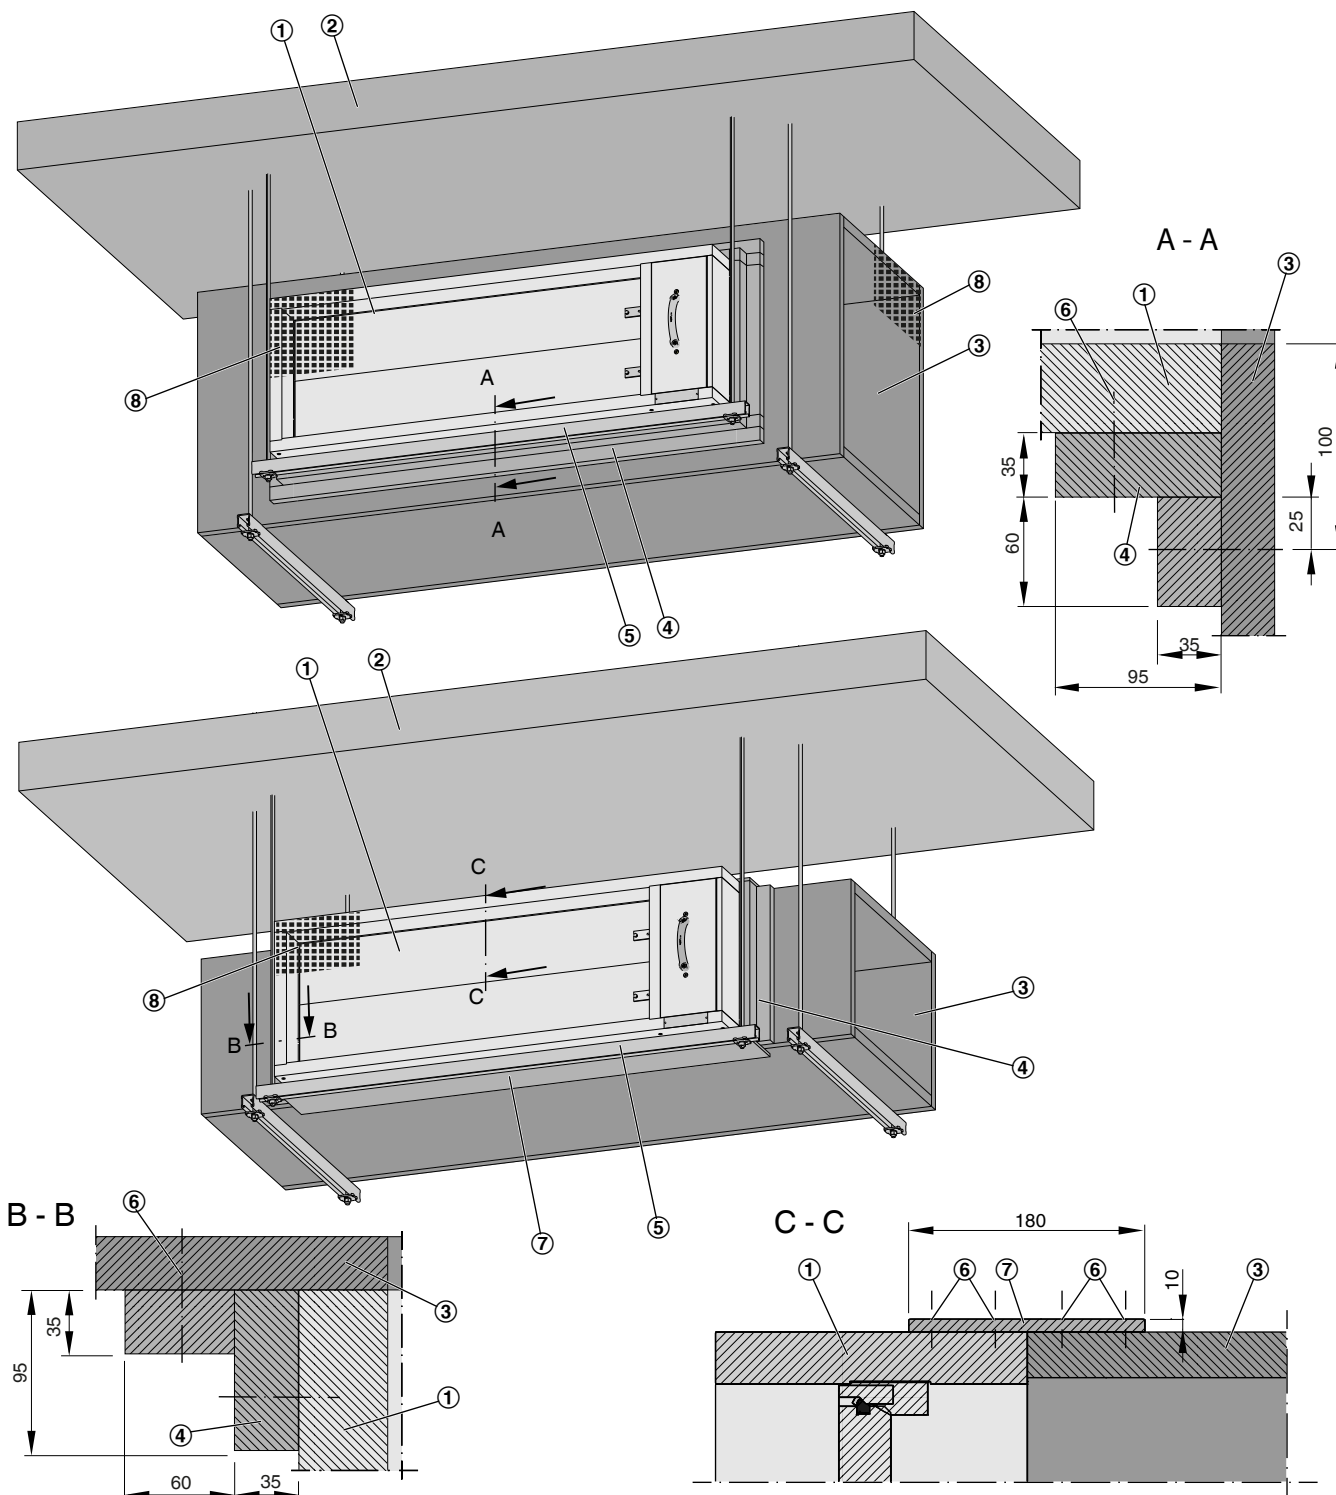

Abb. 12: Einbau in horizontale feuerwiderstandsfähige Entrauchungsleitung
4. ▶ Bei gleicher Höhe von Entrauchungsleitung und Entrauchungsklappe, können der Riegel durch einen Verbindungstreifen (Abb. 12/7) ersetzt werden.